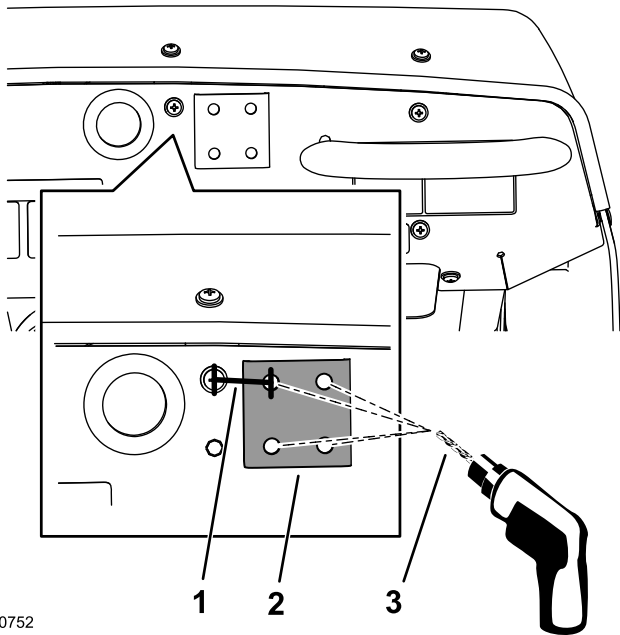

Bild 151
1. Suchen Sie am Armaturenbrett der Maschine die Armaturenbrettschraube rechts von der Lochscheibe im Armaturenbrett (Bild 151).
2. Messen Sie rechts von der Schraubenmitte 33,3 mm und ziehen Sie mit einem Bleistift an der Stelle eine vertikale Linie (Bild 151).
5. Bohren Sie an der Stanzmarkierung mit einem 8 mm Bohrer ein Loch in das Armaturenbrett (Bild 151).
verwenden Sie die Verstärkungsplatte als Schablone und bohren die drei restlichen Löcher in das Armaturenbrett (Bild 151).